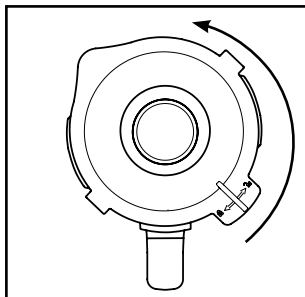

Fig. 1
- 1) Levante o copo misturador ❸ a direito, retirando-o do bloco do motor ❹.
- 2) Remova a tampa ❷, rodando-a para a esquerda na direção da posição ↺ (ver fig. 1), até a conseguir puxar para cima.
- 3) Encha o copo misturador ❸ no mínimo até ao traço inferior da escala ❸ e no máximo até à marca MAX. Para resultados ideais, recomendamos as seguintes quantidades máximas de enchimento: